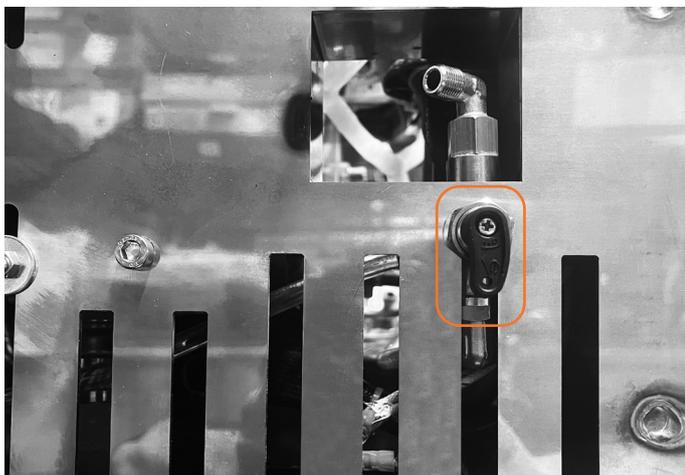

fig. 3
- **Pescaggio da tanica 3lt:** ruotare il rubinetto verso la tanica (fig. 3);